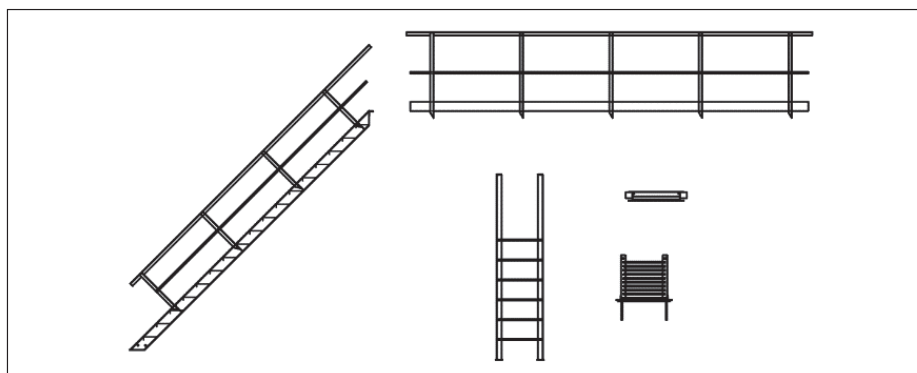

Рис. 14. Лестницы, площадки, стремянки и ограждения
- лестницы, площадки, стремянки и ограждения по серии 1.450.3-7.94 (рис. 14);